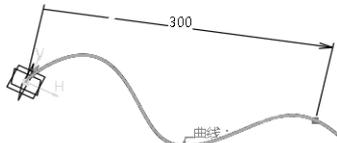

图 3-70
- 直线距离：从参考点到要创建的点，两者之间的直线距离（相对于参考点测量的距离），如图3-70所示。